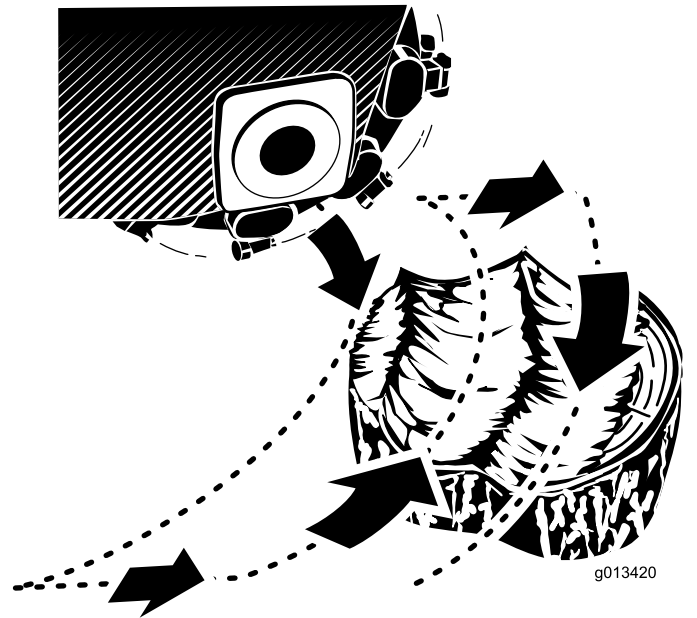

Bild 18
2. Positionieren Sie die Fräse mit dem Fräsensteuerhebel und dem Fahrtriebshebel zu einer Seite an der Vorderseite des Baumstumpfs, ca. 2,5 cm unter der Oberfläche (Bild 18).
4. Pendeln Sie die Fräse langsam mit dem Fräsensteuerhebel über die Oberfläche des Baumstumpfs und schneiden Sie Splitter ab (Bild 18).
5. Bewegen Sie die Maschine ein paar Zentimeter nach vorne und wiederholen Sie Schritt 4 (Bild 18).
6. Wiederholen Sie die Schritte 4 bis 5, bis Sie die ganze Oberfläche des Baumstumpfs abgefräst haben (Bild 18).